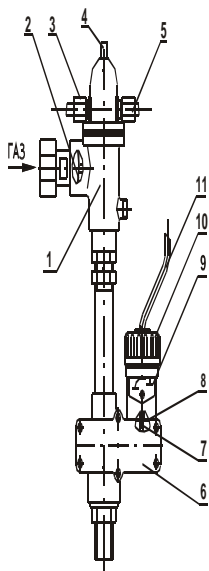

Рис. 2 Автоматика аппарата
4.2. Клапан газовый магнитный 1 (Рис.2) представляет собой электромеханическое устройство. Состоит из корпуса, внутри которого находится клапан, коробки магнитной, и служит для подачи газа к запальнику и горелке и автоматического отключения подачи газа при:
4.4. Терморегулятор 6 (Рис.2) предназначен для регулирования температуры воды в баке и состоит из узла "сильфон - термобаллон", установленного внутри бака аппарата, системы рычагов и клапана, расположенных в корпусе терморегулятора.
На корпусе закреплена шкала настройки и гайка регулировочная 10 (Рис.2), вращая которую можно настраивать автоматику на температуру от 50 °С до 90 °С. Эта перемена температуры вызывается перемещением сильфона вместе со штоком 7 вверх (вниз) при вращении гайки регулировочной.
- нажимать кнопку пусковую 4 (Рис.2) и вращать гайку регулировочную терморегулятора нагрева воды 10 (Рис.2) без надобности;
5.5. Во избежание разрушения пайки контактов терморпары, электромагнита и провода датчика тяги не затягивайте сильно накидные гайки 3, 5 (Рис.2) при наворачивании их на штуцера электромагнита.